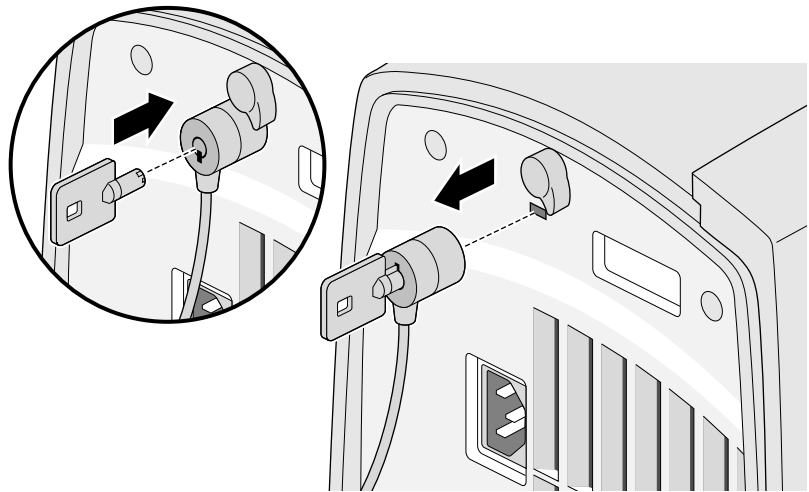

Figura 2-2 Desbloqueando o sistema
2. Remova o bloqueador do chassi, como mostrado na Figura 2-2.